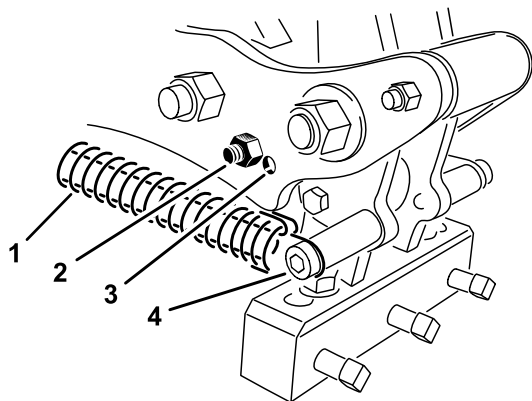

Рисунок 37
Установите угол наклона зубьев в соответствии с длиной зубьев, используя одно из 2 регулировочных отверстий в рычаге. Эти отверстия обеспечивают только предварительную установку. При использовании зубьев длиной от 17,8 см до 25,4 см расположите упор вала как можно ближе к задней части головки с зубьями. В результате изменения состояния почвы может потребоваться использование другого положения – отверстия, находящегося дальше всего от головки (Рисунок 37).
3. Снимите пружину растяжения с головки с зубьями (Рисунок 37).
4. Извлеките из рычага упорный болт и упор и переставьте их в другое регулировочное отверстие (Рисунок 37).